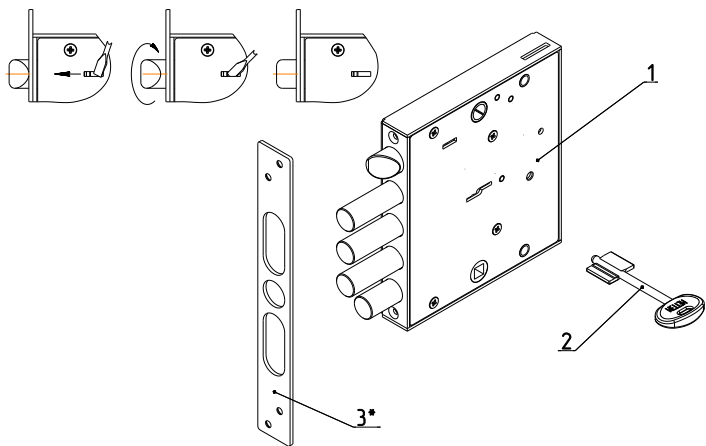

Рис.1
Комплектность замка приведена в таблице и показана на рис. 1.
- 4.1. Внешний вид и установочные размеры замка показаны на рис.1, 2.
5.2. Установить при необходимости защелку в соответствующее положение для правой или левой двери путем ее выдвигения из корпуса отверткой через отверстие в крышке замка и разворота на 180° вокруг своей оси (см. рис.1).